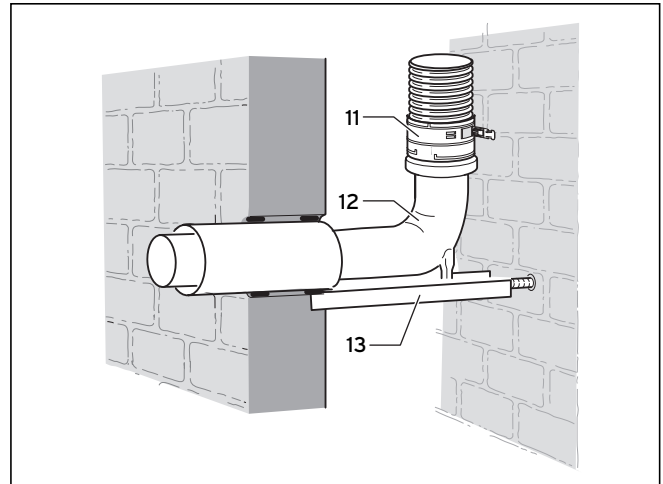

Bild 5.50 Koncentrisk anslutning till det flexibla rökgasröret
- Montera den koncentriske skorstensanslutningen enligt beskrivningen på bild 5.50.